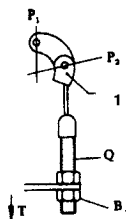

Рис. 7.7 Крепление тросика включения пониженной передачи (тросика акселератора) к рычагу на карбюраторе (См. Раздел 7)
2. Переведите шкив тросика акселератора в положение, когда дроссельные заслонки полностью открыты, потяните конец тросика в направлении Т (См. Рис. 7.7). Затяните гайку В для устранения свободного хода.